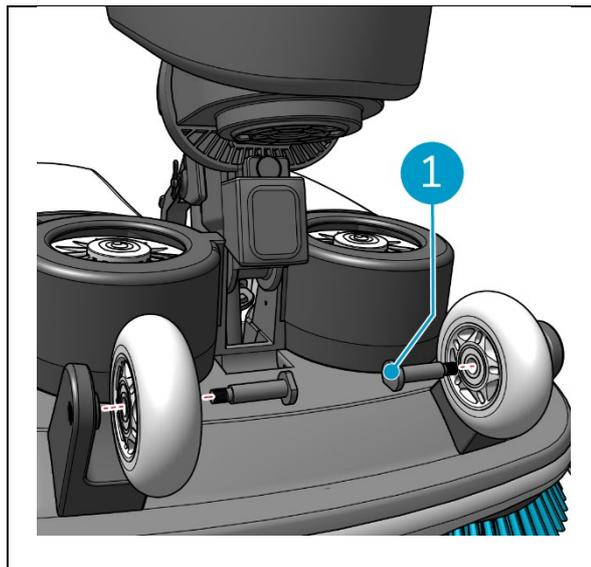

Figura 15
3. Reinstalar as rodas com os eixos dedicados (Figura 15, pos. 1).